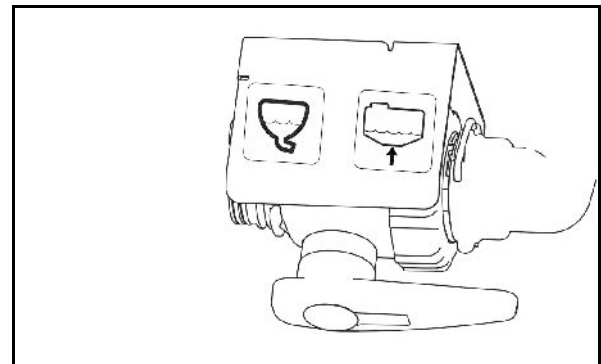

Bild 73
- Extraomröraren ska ställas in på inställningskranen (Bild 73/1).
Extraomröraren är avstängd när inställningskranen står på 0. Störst omrörningseffekt har man i läge (Bild 73/2).
Säkring av tryckfiltrets tömningsfunktion (Bild 73/3).